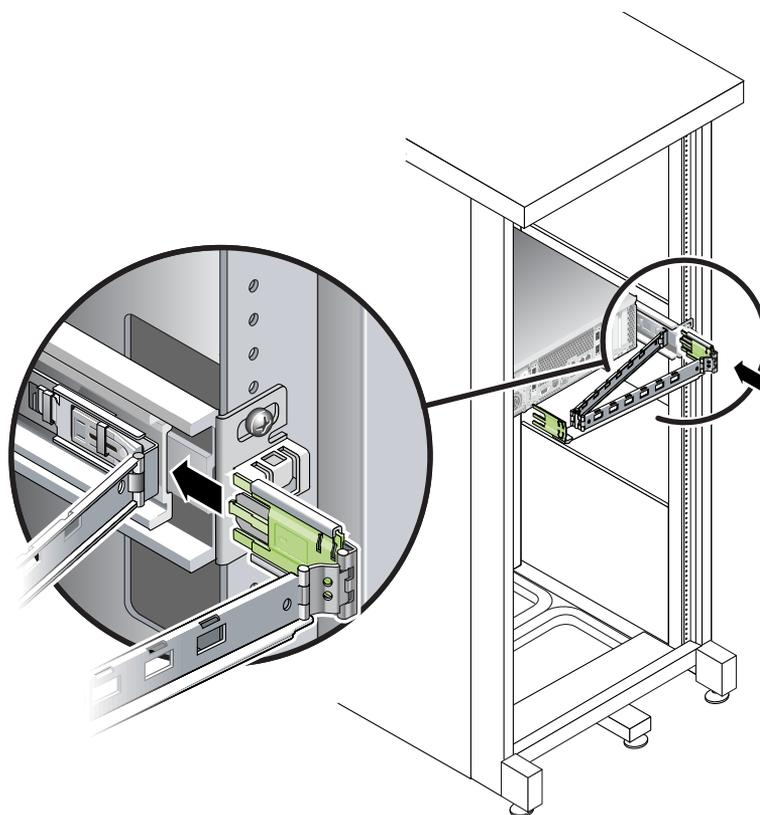

図 2-20 外側の CMA コネクタの取り付け
3. 大きい方の拡張部品を右のスライドレールの端に差し込みます (図 2-20)。